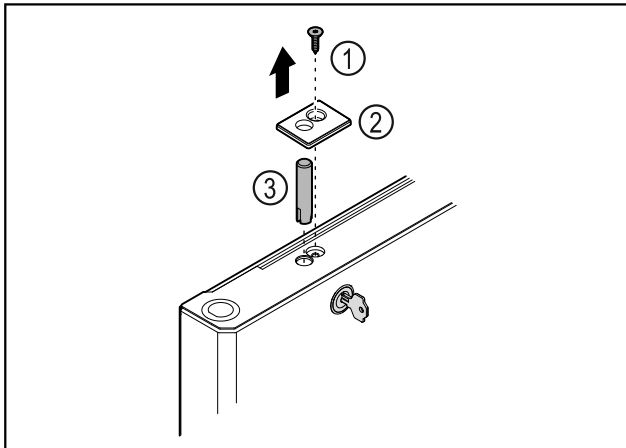

Fig. 37
- ▶ Odstranite vijak Fig. 37 (1).
- ▶ Z majhnim izvijačem sprostite pokrov Fig. 37 (2) in ga odstranite.
- ▶ Izvlecite sornik ključavnice Fig. 37 (3).